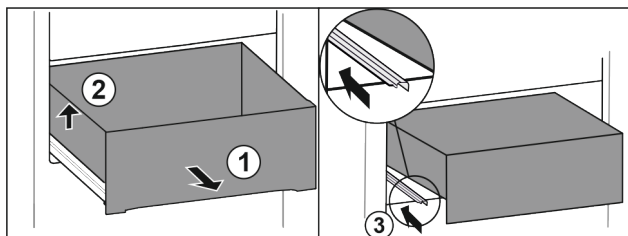

Fig. 90
- ▶ Tirer le tiroir jusqu'en butée. Fig. 90 (1)
- ▶ Soulever le tiroir sur la gauche. Fig. 90 (2)
- ▶ Rentrer le rail de gauche. Fig. 90 (3)